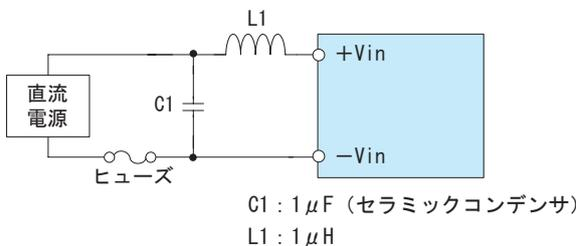

図3.2 EMI対策用入力フィルタ
(3) 雑音端子電圧の低減
■図3.2の入力フィルタを接続することで、雑音端子電圧を低減することができます。